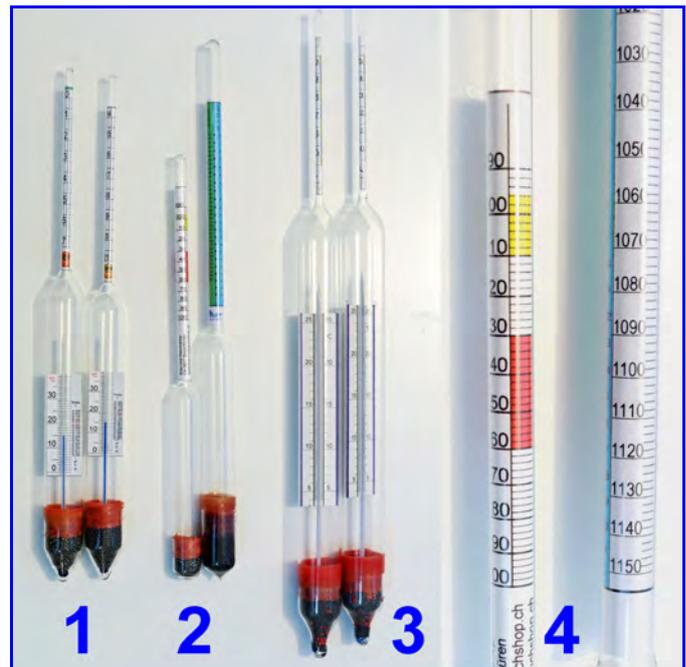

Abb. 3. Typen von Bierspindeln (Saccharimeter).
1. Wahl des Bierwürzespindels (Abb. 3):